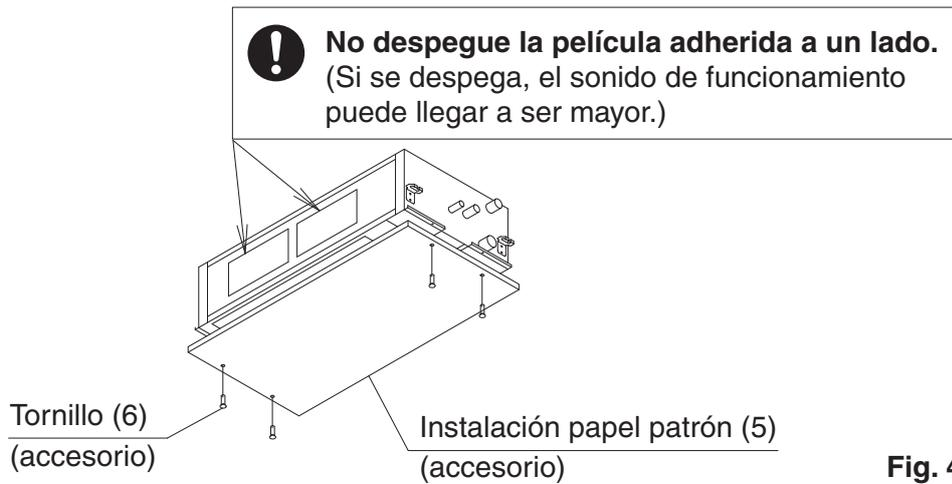

Fig. 4
- El centro de la abertura de techo se muestra en el documento del modelo de instalación (5).
- Coloque el papel patrón de instalación (5) en la parte inferior de la unidad interior con cuatro tornillos (6). **(Refiérase a la Fig. 4)**